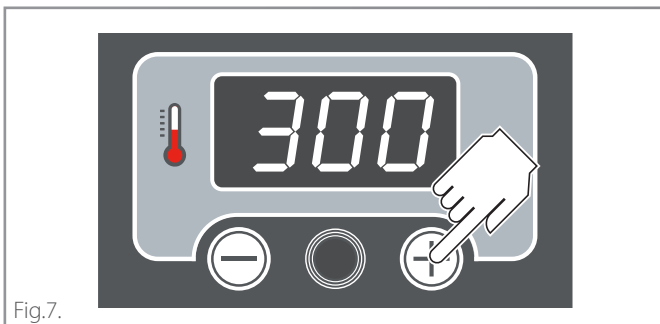
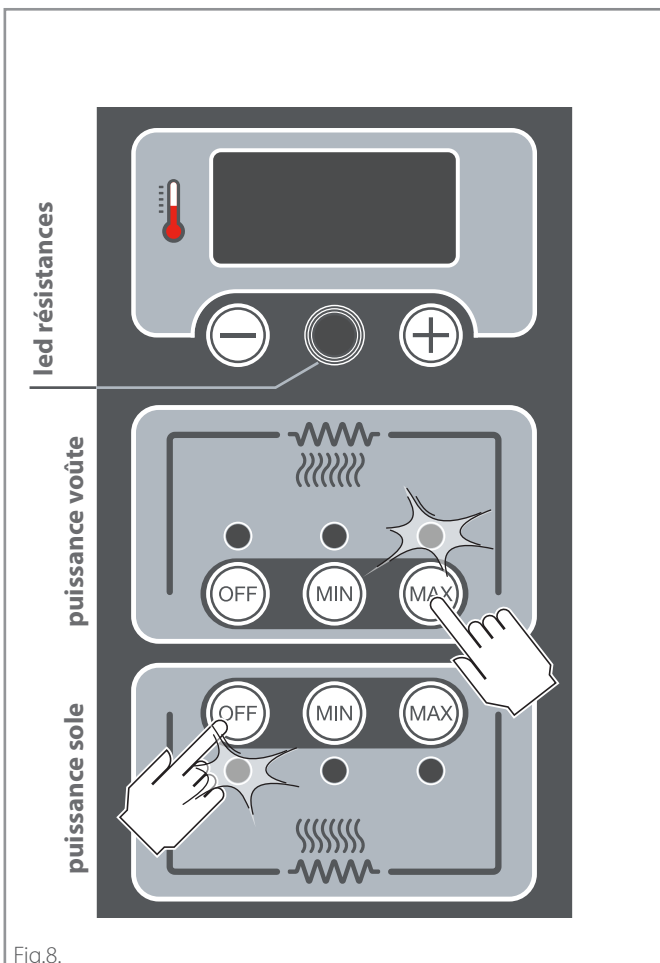

Fig.7.
Fig.8.
- programmez une cuisson avec les paramètres souhaités : (► Fig.7. - Fig.8.)
► Fig.7.
► Fig.8.